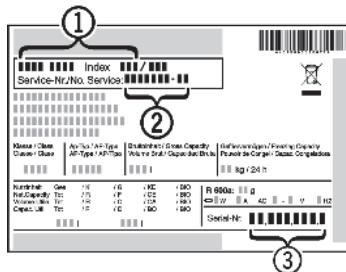

Fig. 11
- Označení přístroje Fig. 11 (1), servisní číslo Fig. 11 (2) a sériové číslo Fig. 11 (3) naleznete na typovém štítku. Identifikační typový štítek je umístěn na levé vnitřní stěně přístroje.
- Informujte zákaznický servis a sdělte poruchu, označení přístroje Fig. 11 (1), servisní číslo Fig. 11 (2) a sériové číslo Fig. 11 (3).